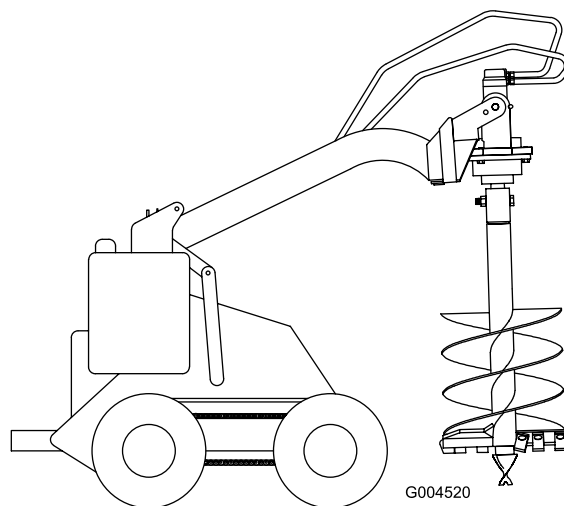

Figura 9
13. Sollevate la trivella fino a quando non si stacca da terra (Figura 9).
14. Quando la trivella è verticale, inclinate la piastra di fissaggio all'indietro, fino a quando la testata motrice non la tocca, per stabilizzare la trivella ed evitare che oscilli liberamente (Figura 9).
1. Sollevare la trivella, allontanandola dal suolo e portandola in posizione verticale (Figura 9).